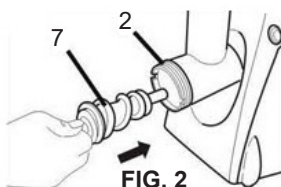

FIG. 2
Introduceți melcul (7) în pâlnia de alimentare, fixați-l pe știftul motorului (fig.2). Poziționați tava de colectare a pulpei pe pâlnia de alimentare.
Efectuați aceleași operațiuni indicate în secțiunea "Utilizarea mașinii de tocat pentru pasat roșii", până la descrierea fig.2.
Efectuați aceleași operațiuni indicate în secțiunea „Utilizarea mașinii pentru pasarea roșiilor” până la descrierea de la fig. 2.